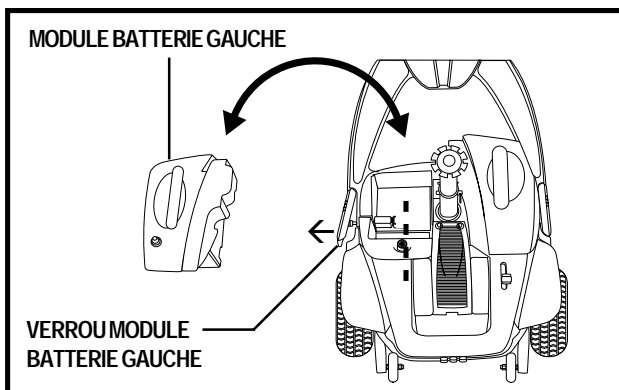

Figure 15. Enlèvement/Installation du module de batterie gauche
4. Déverrouillez le module de batterie gauche en tirant le verrou vers l'extérieur. **Voir la figure 15.**
5. Retirez le module gauche en le soulevant directement à la verticale hors du scooter. **Voir la figure 15.**